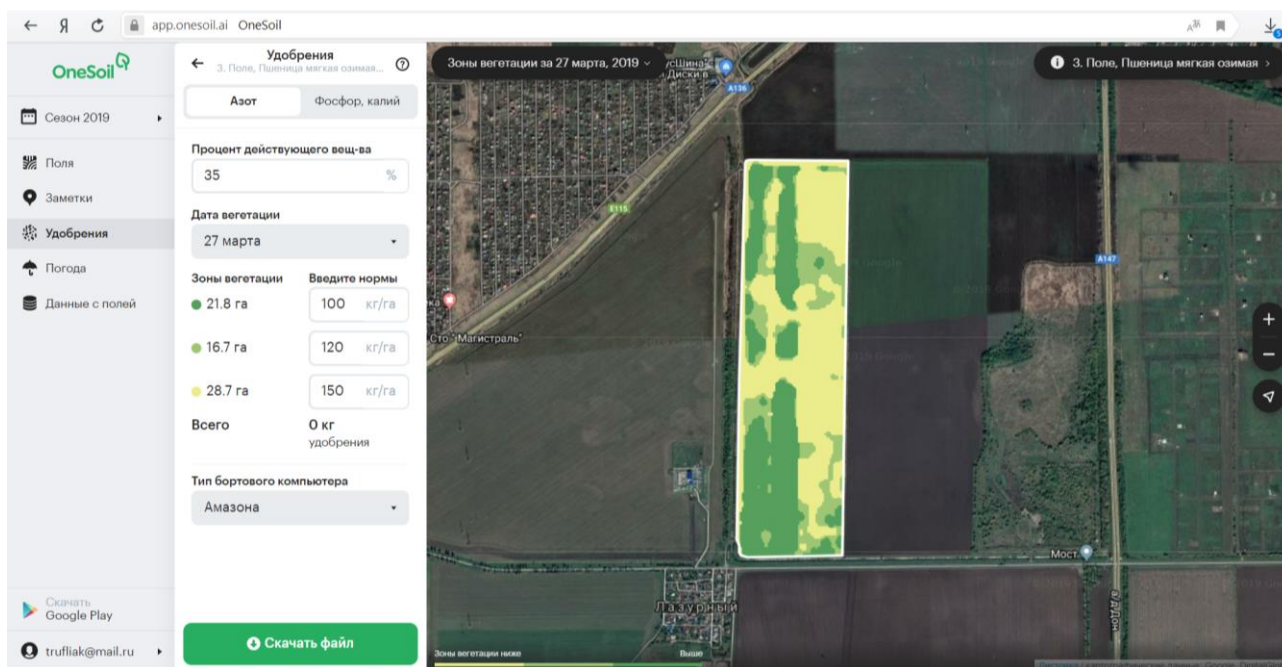

Рисунок 11.7 – Выбор данных
7. Выберите вкладку **Удобрения** (рисунок 11.7).